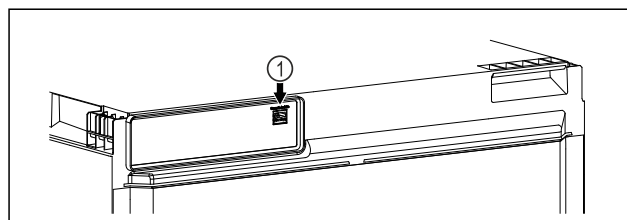

Fig. 19
- ☐ Le SmartModule Fig. 19 (1) est installé.